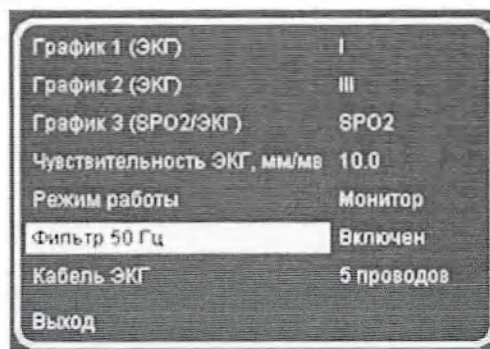

Рисунок 43 – Включение «Фильтра 50 Гц»
- выделите строку «Фильтр 50 Гц» вращением ручки управления (см. рис. 43);